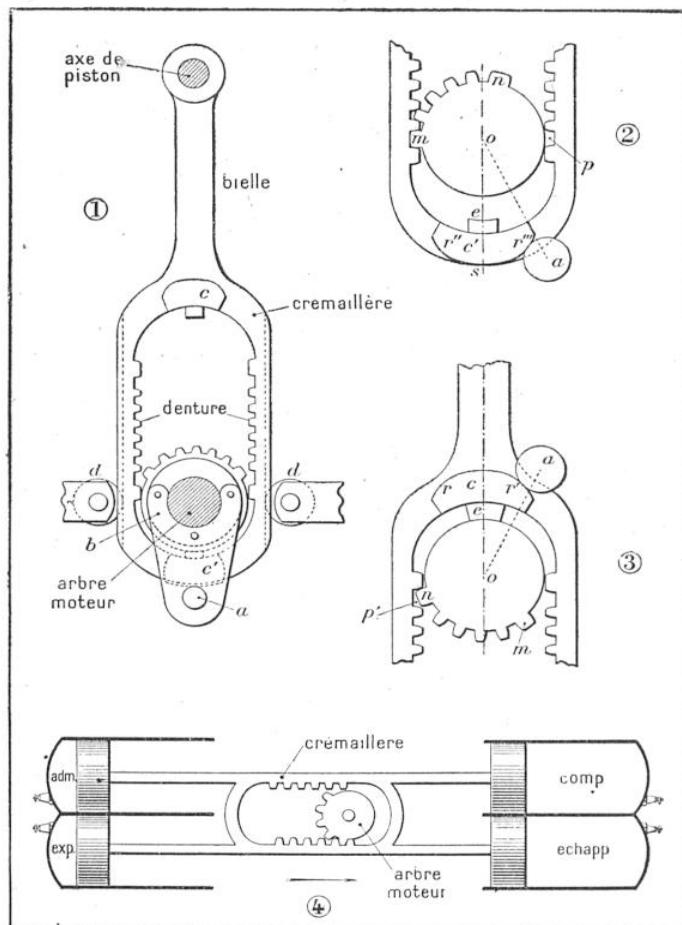

FIG. 5. — BIELLE A CRÉMAILLÈRES ELIE LUGAN
chement et le déclenchement de la denture de l'arbre moteur avec les crémaillères d'aller et de retour (fig. 5).
Un doigt de commande, accompagnant l'arbre moteur dans son mouvement, guide de façon précise le premier contact de la denture de cet arbre avec les crémaillères (fig. 5). Sous la bielle est prévu un ressort qui est comprimé pendant la course descendante
M. Elie Lugan propose de remplacer bielle et manivelle par une bielle à crémaillère et son système comporte un ingénieux dispositif de sécurité pour l'enclenchement et le déclenchement de la denture de l'arbre moteur avec les crémaillères d'aller et de retour (fig. 5).